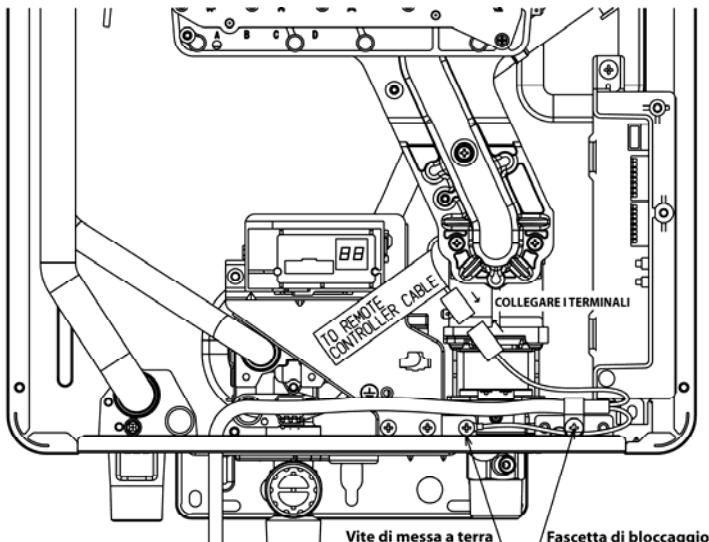

Fig.5
5. Collegare il connettore del comando remoto con il connettore del cablaggio specifico proveniente dal PCB "to remote controller cable" in basso a destra (Fig.5).